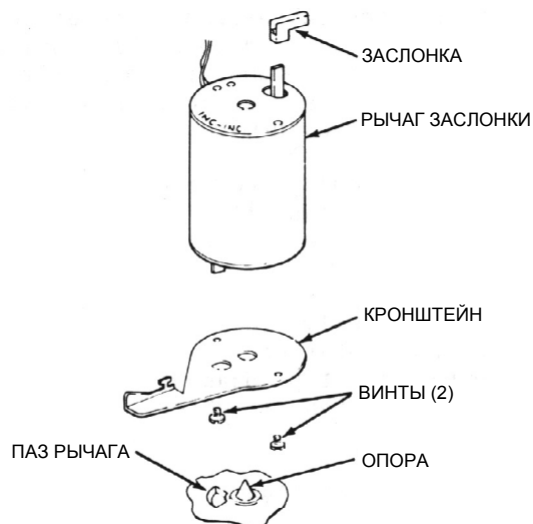

Рисунок 14
8. Выкрутите два винта, которые крепят кронштейн к нижней части привода (см. Рисунок 14). Переверните привод и установите опять кронштейн (на ту сторону привода, которая была сверху).